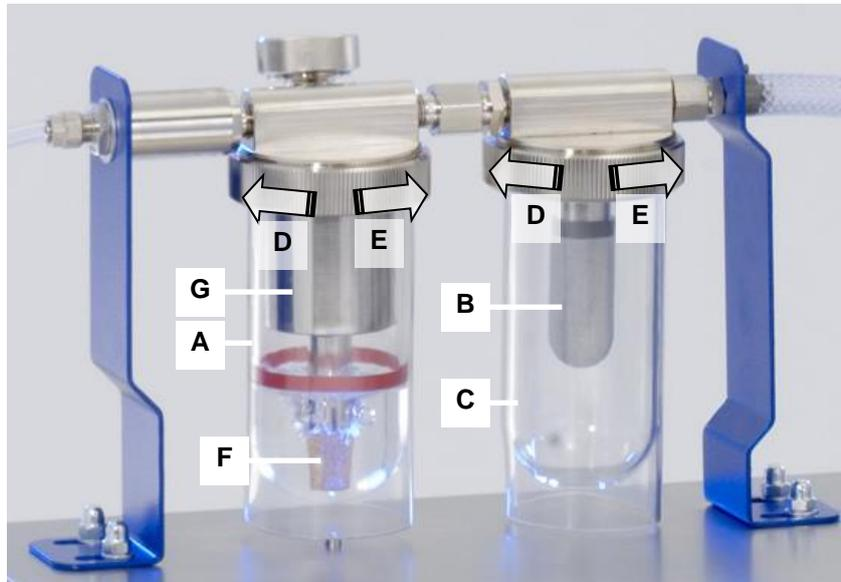

Bild 8.1.3. Verdampferglas (A) mit Gasverteiler (F) und Ausgleichbehälter (G) / Trocknerglas (C) mit Filterkerze (B)
Spätestens wenn der Flüssigkeitsspiegel im Verdampferglas bis zum Sinterkegel (*siehe Bild 8.1.3.F.*) abgesunken ist, muss Verdampferflüssigkeit nachgefüllt werden.
Nach dem Ausschalten des Gerätes entsteht im Elektrolytreaktor ein Unterdruck. Dadurch wird Verdampferflüssigkeit in den Ausgleichbehälter im Verdampferglas gesaugt (*Bild 8.1.3.G.*). Der Füllstand im Glas erscheint deshalb zu niedrig. Erst nach dem Einschalten und dem damit verbundenen Druckaufbau wird die im Ausgleichsbehälter befindliche Verdampferflüssigkeit wieder in das Verdampferglas zurückgedrückt.
Es wird empfohlen, in regelmäßigen Abständen (je nach Betriebsdauer ca. monatlich) das Verdampferglas (*siehe Bild 8.1.3.A.*) völlig zu entleeren, mit heißem Wasser zu reinigen und frische Verdampferflüssigkeit nachzufüllen.
2. Schrauben Sie den Befestigungsring in Drehrichtung nach links (*siehe Bild 8.1.3.D.*) auf.
6. Montieren Sie das Verdampferglas durch Anschrauben des Befestigungsrings in Drehrichtung nach rechts (*siehe Bild 8.1.3.E.*).
Beim Betrieb des Gerätes scheiden sich im Trocknerglas (*siehe Bild 8.1.3.C.*) Kondenswasser und mitgerissener Elektrolyt ab. Hat sich mehr als 1 cm Kondensat angesammelt ist dieses zu entfernen und das Trocknerglas anschließend mit heißem Wasser auszuspülen. Elektrolytentsorgung *siehe Kapitel 9.2.*
5. Montieren Sie das Trocknerglas durch Anschrauben des Befestigungsringes in Drehrichtung nach rechts (*siehe Bild 8.1.3.E.*).
Beim Betrieb des Gerätes wird in der Filterkerze (*siehe Bild 8.1.3.B.*) das durchströmende Gas getrocknet. Im Laufe der Zeit ist die Filterkerze mit Flüssigkeit gesättigt und muss gewechselt werden. Je nach Betriebshäufigkeit wird empfohlen, die Filterkerze ca. jährlich zu ersetzen.
2. Schrauben Sie den Befestigungsring des Trocknerglases in Drehrichtung nach links (*siehe Bild 8.1.3.D.*) auf.